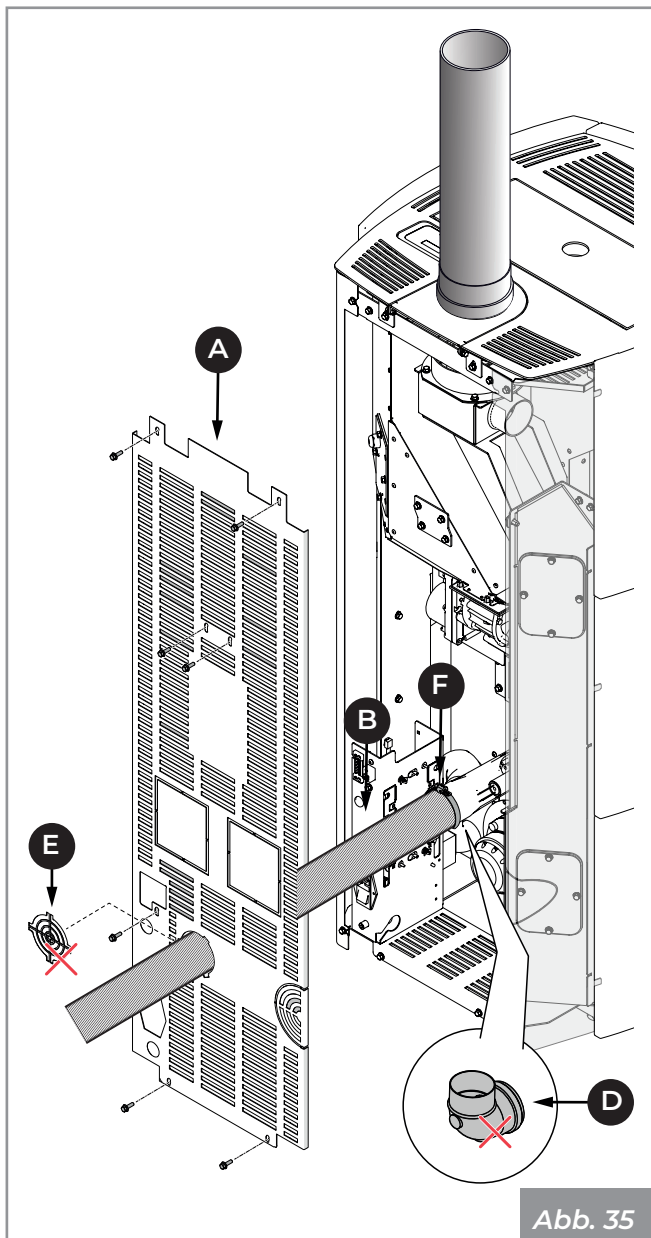

Abb. 35
- Entfernen Sie den Vorschnitt (**E**) an der Rückwand (**A**) und führen Sie den Schlauch (**B**) durch, um ihn an einen externen Lufteinlass (**Abb. 35**) anzuschließen.